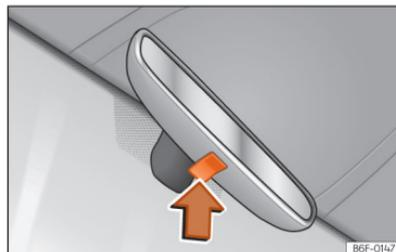

Fig. 111 Retrovisor com antiencandeamento manual.
- Para evitar o encandeamento, pressione a patilha do espelho retrovisor para cima >>> **Fig. 111** [seta].